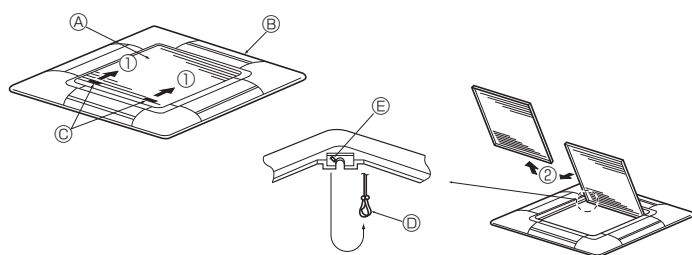

Fig. 8-3
8.2.1. Πώς αφαιρούνται οι γρίλιες εισόδου αέρα (Fig. 8-3)